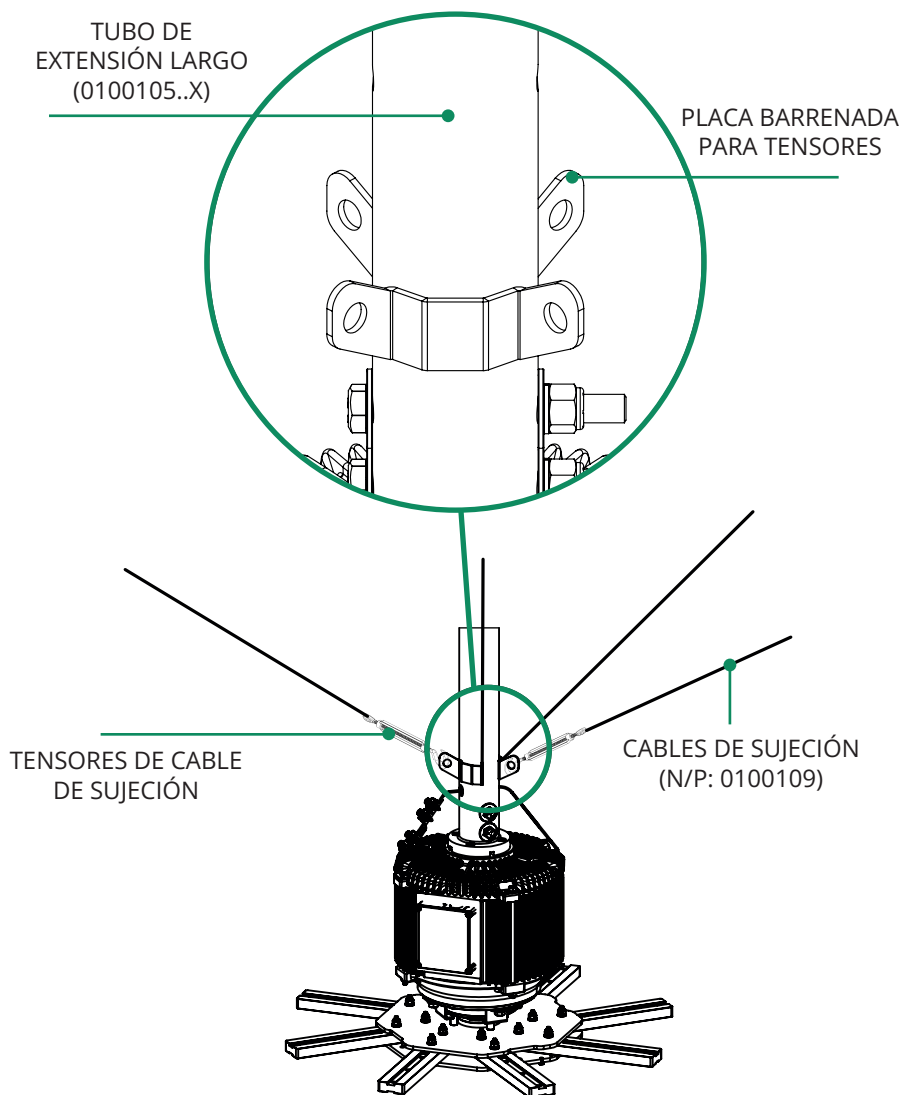

Fig. 13.3
13.3 Pasar el cable a través del ojillo del tensor y asegurarlo usando 2 nudos de sujeción (N/P: 01001092) y asegurar el gancho del tensor al barreno en la placa que se encuentra en el bastidor. Fig. 13.3